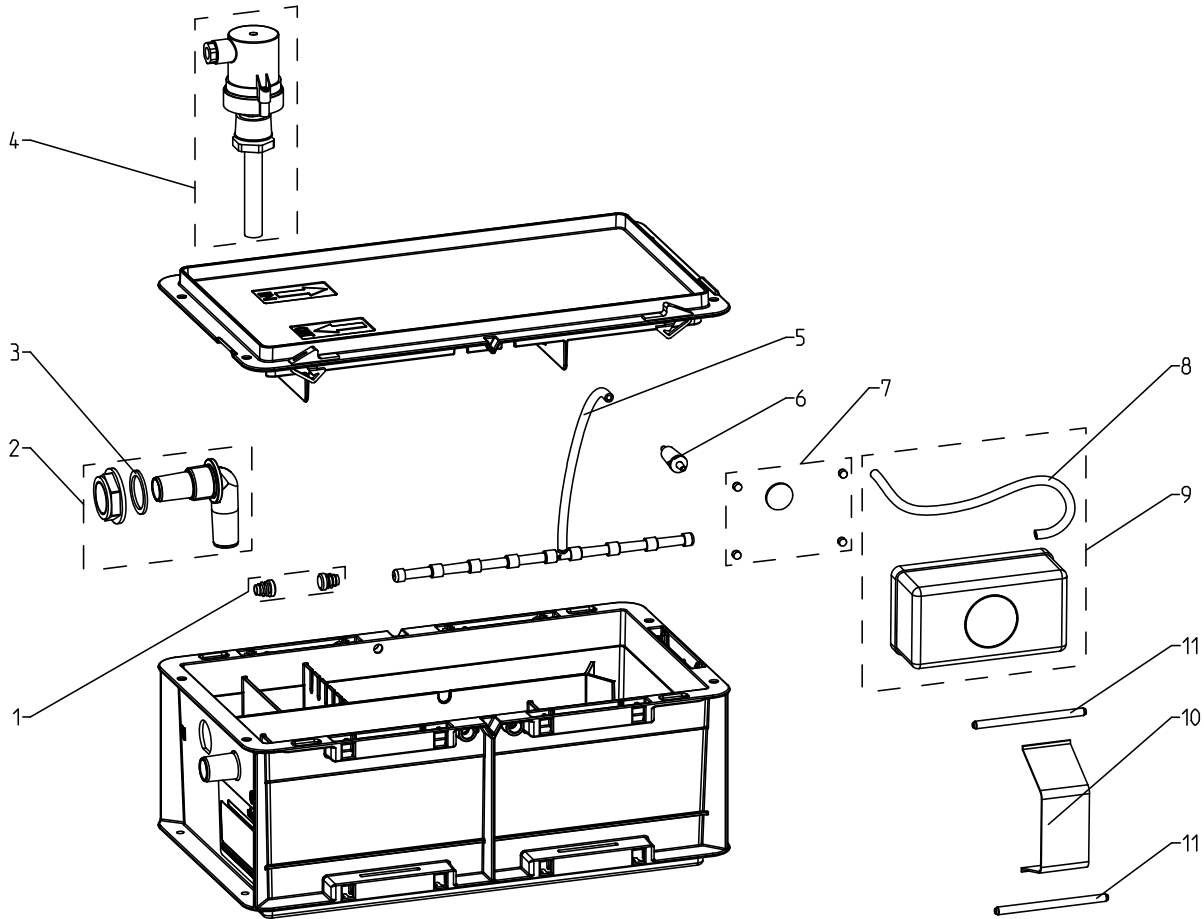

Abb. F-1 Verschleißteile GENO®-Neutra NO-5
**Hinweis:** Obwohl es sich um Verschleißteile handelt, übernehmen wir bei diesen Teilen eine eingeschränkte Gewährleistungsfrist von 6 Monaten. Gleiches gilt für elektrische Bauteile. Die Verschleißteile sind nachfolgend gekennzeichnet (siehe Tabelle zu Abb. F-1, F-2, F-3).